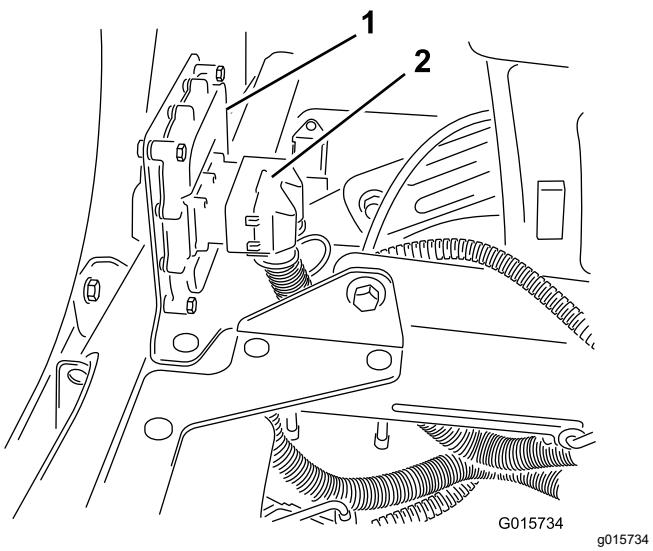

Figura 32
- Conecte el conector hembra de 50 vías del arnés de cables para el brazo Sonic Boom al conector de 50 pinos del controlador electrónico y fije los conectores con el tornillo de cabeza allen (Figura 32).